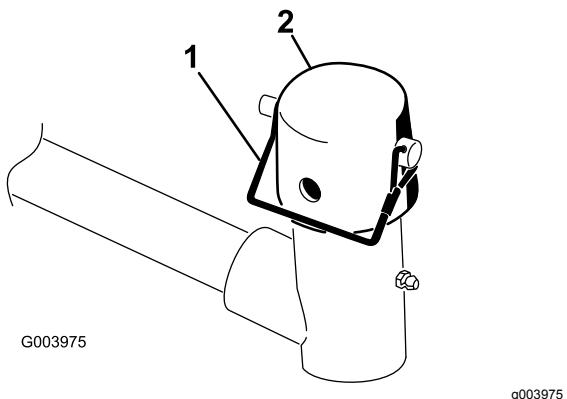

Рисунок 10
(Рисунок 10).
11. Прикрепите крышку и ось несущей рамы к втулке подъемного рычага с помощью стопорного штифта (Рисунок 10).